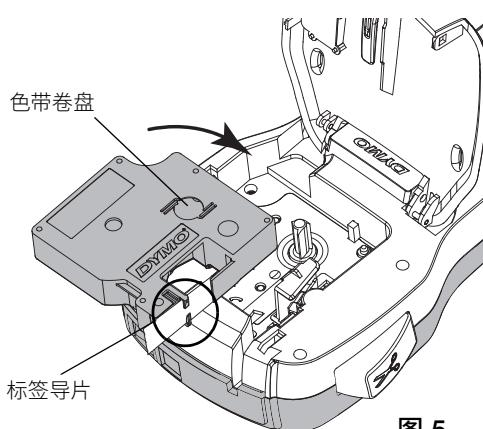

图 5
- 2 确保色带穿过标签盒口时处于紧绷状态，且标签从两个标签导片之间穿过。请参考图 5。